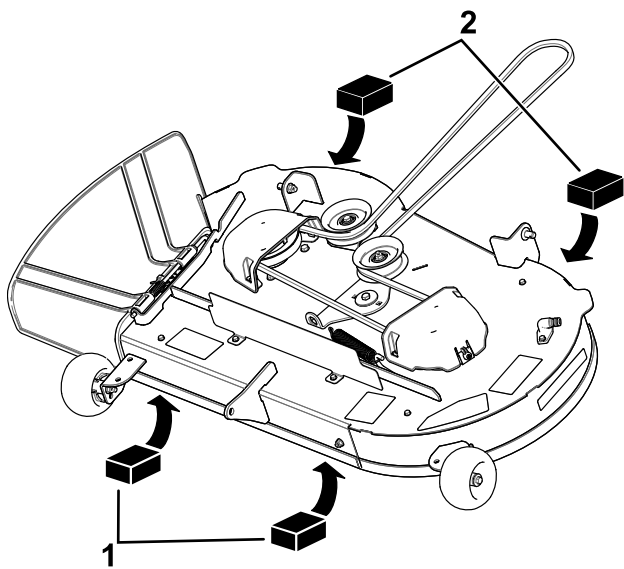
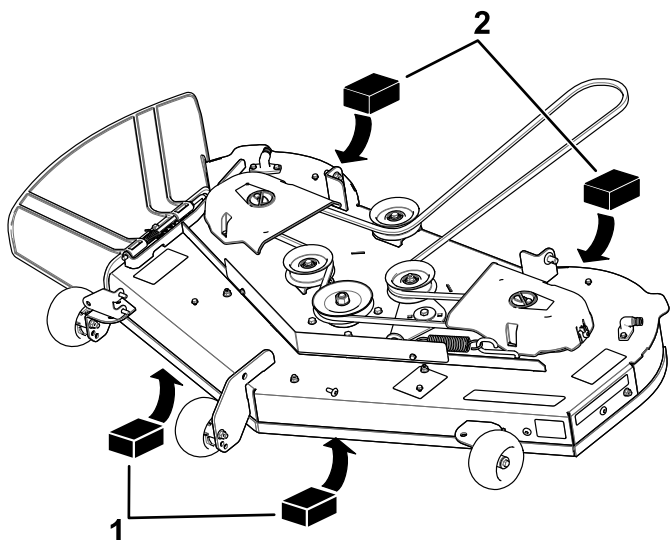

Figura 67
Figura 68
4. Coloque dois calços de 6,6 cm de espessura cada debaixo de cada lado da extremidade frontal da plataforma, mas não debaixo dos suportes do rolo (antidanos Figura 67 ou Figura 68).
5. Coloque dois calços de 7,3 cm de espessura cada debaixo da extremidade traseira da aba da plataforma de corte, um em cada lado da plataforma de corte (Figura 67 ou Figura 68).